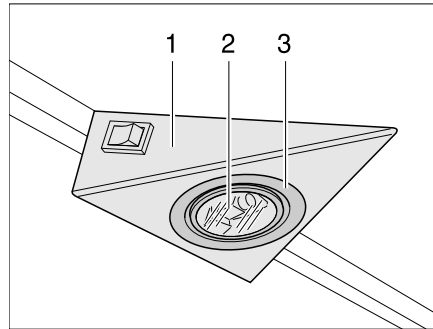

Bild 179 Halogeneinbauleuchte
Die Halogeneinbauleuchte ist in einem Gehäuse (Bild 179,1) versenkt eingebaut.
- Inneren Abdeckring (Bild 179,3) mit einem Schraubendreher vom Gehäuse lösen.
- Halogenglühlampe (Bild 179,2) entfernen.